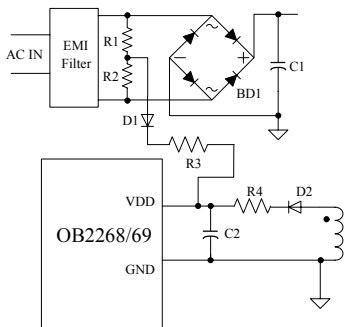
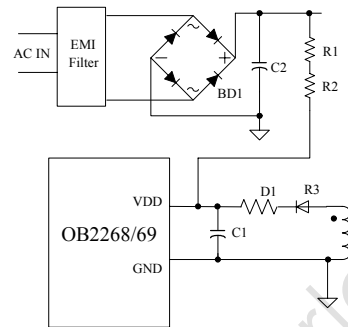

图 2 整流前启动方式
图 3 整流后启动方式
2) 传统的启动方式：使用 7 脚 VDD 作启动端时芯片支持从整流前启动及整流滤波后启动的方式，其启动电路见图 2，图 3：
以上的两种启动方式当电源上电开机时通过启动电阻 RIN 给 VDD 端的电容 C1 充电，直到 VDD 端电压达到芯片的启动电压 VTH(ON)（典型值 16.5V）时芯片才被激活并且驱动整个电源系统正常工作。在图 3 中系统的最大启动延迟时间满足如下运算关系：
在图 3 中，RIN 的最大功率损耗可以用下面的公式计算出来，公式如下：